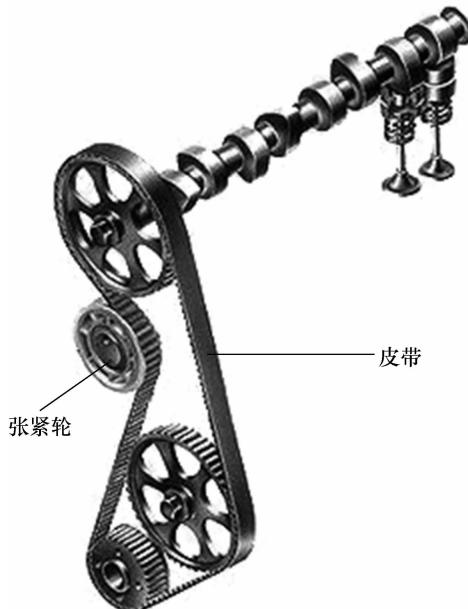

图 2-20 检查同步齿形带紧度
(2)检查同步齿形带紧度。如图 2-20 所示,同步齿形带用张紧轮张紧,如果同步齿形带张紧度适中,在规定皮带张紧度检查位置处用食指和拇指可将同步齿形带翻转大约 90°。